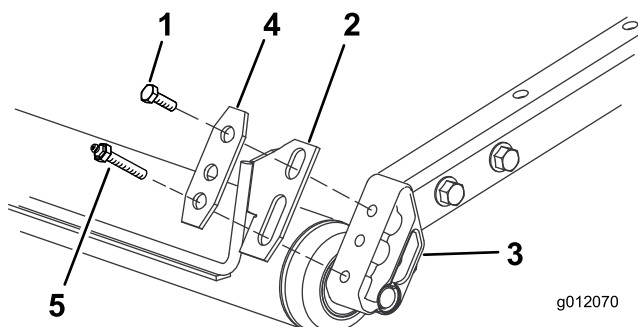

Figure 1
- Montez légèrement chaque extrémité du racloir et une plaque de racloir sur chaque support de rouleau au moyen du graisseur Zerk/boulon retirés précédemment et d'un boulon (3/8 x 3/4 pouce) (Figure 1).